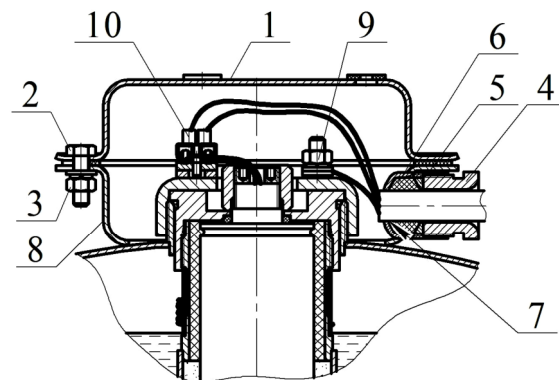

Рисунок 4
2.1.2 Произвести монтаж вводной коробки МУПТВ (см. рисунок 4 в следующей последовательности).